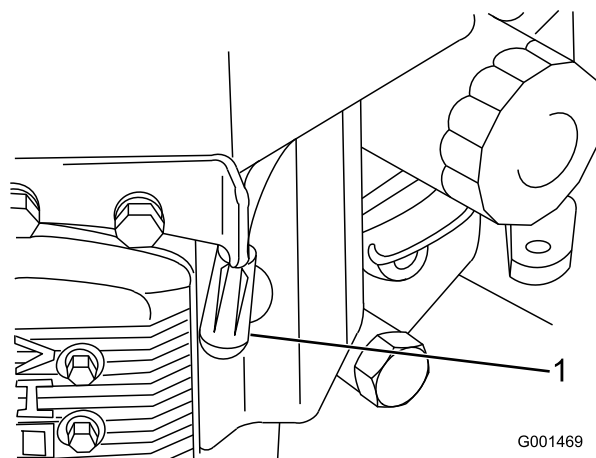

Bild 39
3. Klemmen Sie das Zündkabel von der Zündkerze ab (Bild 39).